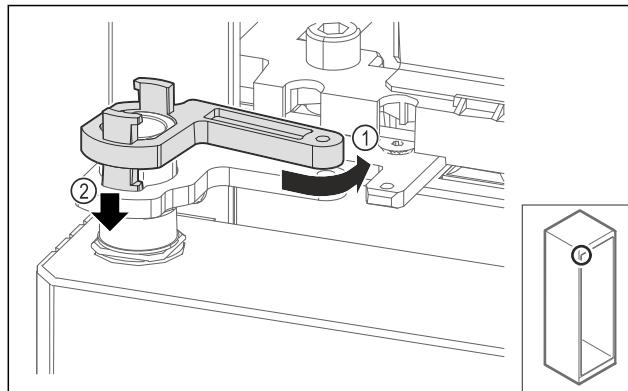

Fig. 66
- ▶ Girar ligeramente el bloqueo del soporte de cojinetes hacia atrás Fig. 66 (1), presionarlo hacia abajo Fig. 66 (2) y bloquearlo en el ángulo de bisagra.